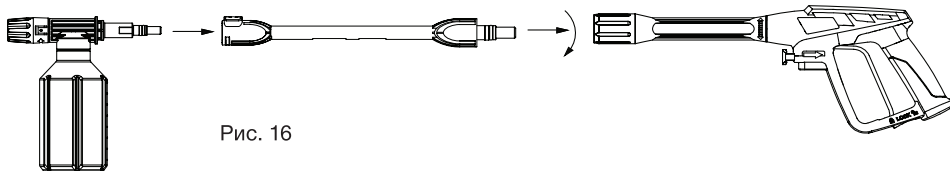

Рис. 16
4. Закрепите пеногенератор на удлинителе (см. рис. 16). Разъём для подключения пеногенератора отличается в зависимости от пистолета и удлинителя в комплекте.